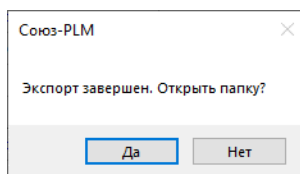
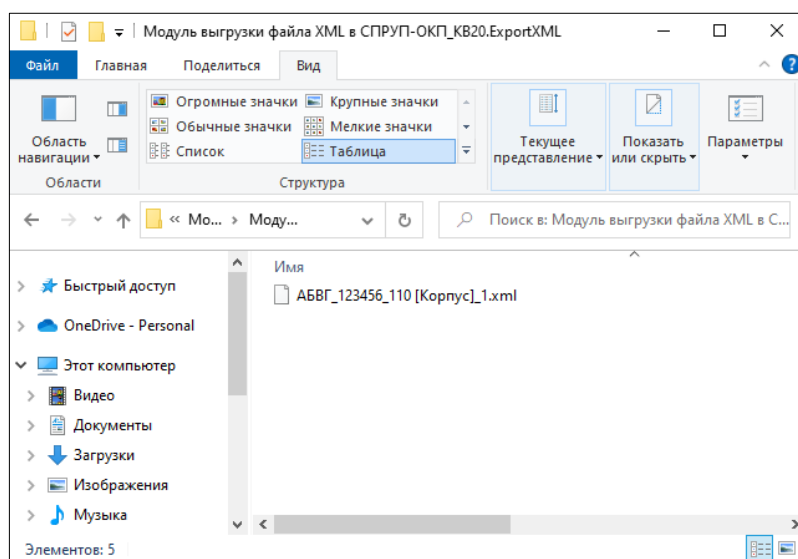

Рисунок 6 – Сообщение о завершении экспорта
Рисунок 7 – Выгруженный файл в формате XML в проводнике Windows
5. После завершения экспорта появится сообщение: «Экспорт завершен. Открыть папку?» (рисунок 6). Нажмите «Да», чтобы перейти к файлу экспорта. Откроется проводник Windows с открытой папкой, в которой расположен файл экспорта (рисунок 7).